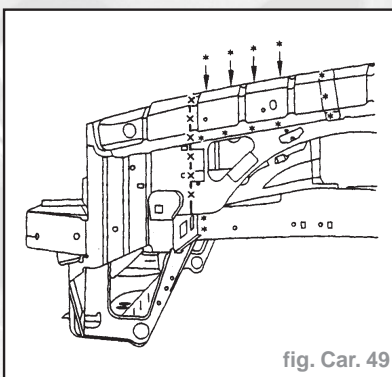

fig. Car. 49
- Tracer puis découper à l'aide d'une scie (fig. Car. 49) :